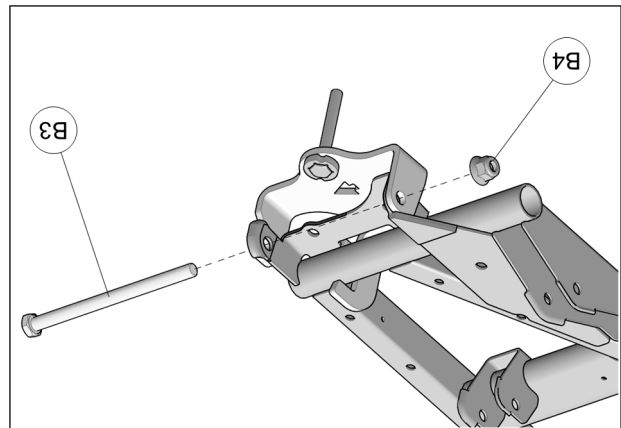

Fig. 9
8. Insérer le nouveau boulon de fixation M12X180mm (B3) à travers l'ancrage, le bras de suspension et le moyeu de roue. Fixer avec le nouvel écrou (B4) fourni. Voir la Fig. 9